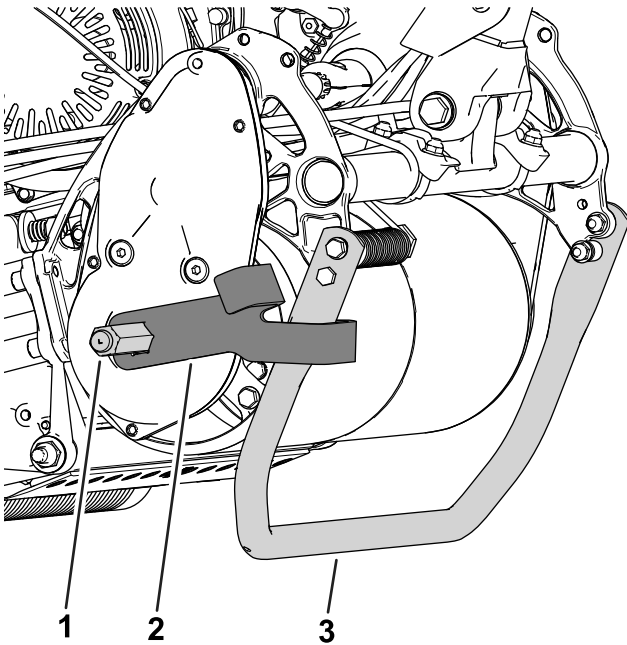

Bild 10
- **Trommel in der Position HOCH:** schieben Sie den Halter mit dem längeren Zinken Richtung Maschine auf die Welle (wie in Bild 10 dargestellt).